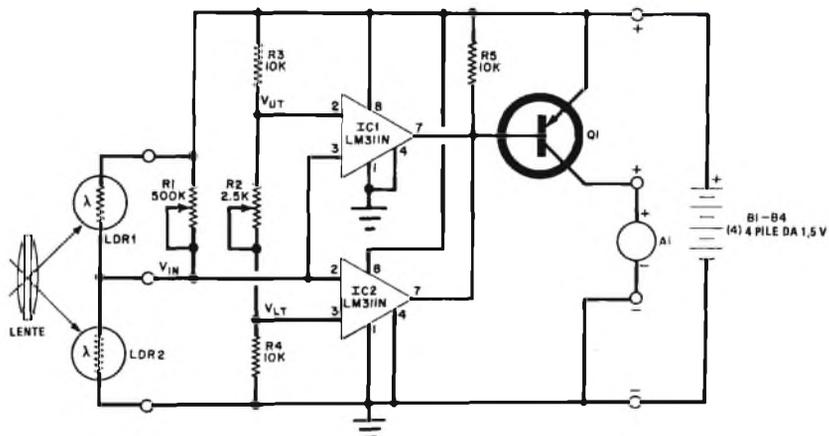

Fig. 1 - La luce che colpisce le fotocellule determina le entrate agli amplificatori operazionali comparatori.
**Il circuito** - Lo schema dell'apparato sensibile è riportato nella fig. 1. Le fotocellule al solfuro di cadmio LDR1 e LDR2 sono collegate in serie per formare un partitore di tensione e sono poste dietro una lente (ved. fig. 2). Quando il campo visivo viene alterato, le resistenze delle fotocellule variano in